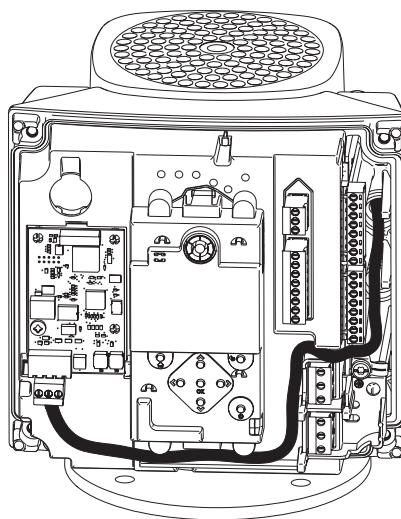

Рис. 19 Пример проводки
8. Проложите провода для модуля CIM. См. пример на рис. 19.